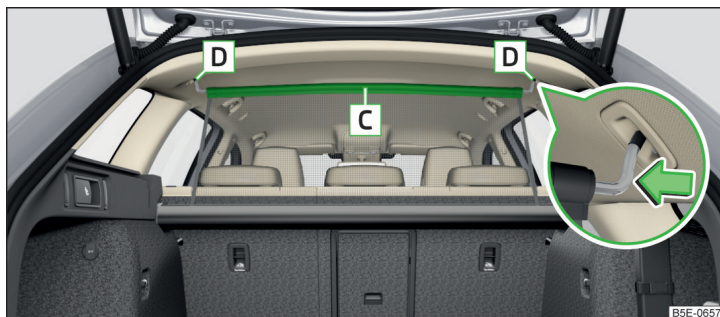

Abb. 149 Korrekt gesicherte Netztrennwand hinter den Rücksitzen im herausgezogenen Zustand
- › Die Netztrennwand an der Querstange **C** herausziehen und in eine der Aufnahmen **D** einhaken » Abb. 149.
- › Auf die Querstange drücken und aus den Aufnahmen **D** » Abb. 149 erst auf der einen, dann auf der anderen Seite herausnehmen.